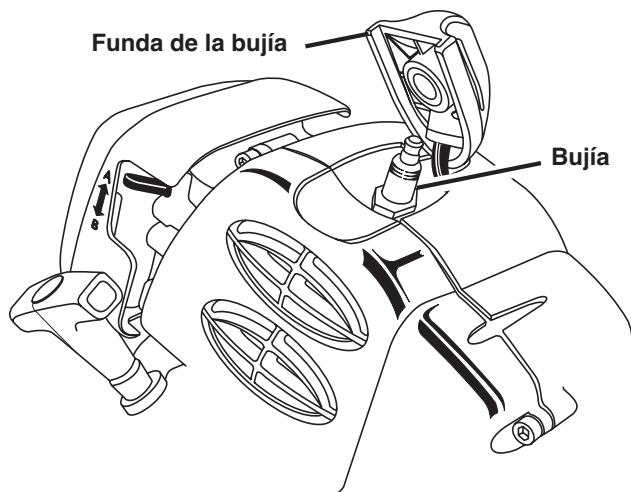

Figura 22
2. Retire la funda de la bujía. *Vea la figura 22.*
18. Vuelva a colocar la funda de la bujía. *Vea la figura 22.*
14. Vuelva a colocar la funda de la bujía. *Vea la figura 22.*
Veá la figura 22.